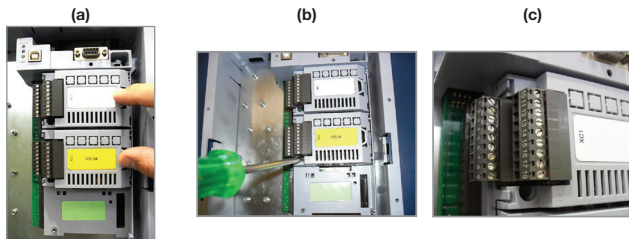

Figura 3: Instalación del módulo opcional en el “slot”
Paso 2: Enclave cuidadosamente el módulo en los “slots 1 y 2” (figura 3 (a));
Paso 3: Coloque y apriete los tornillos de fijación del módulo (figura 3 (b));